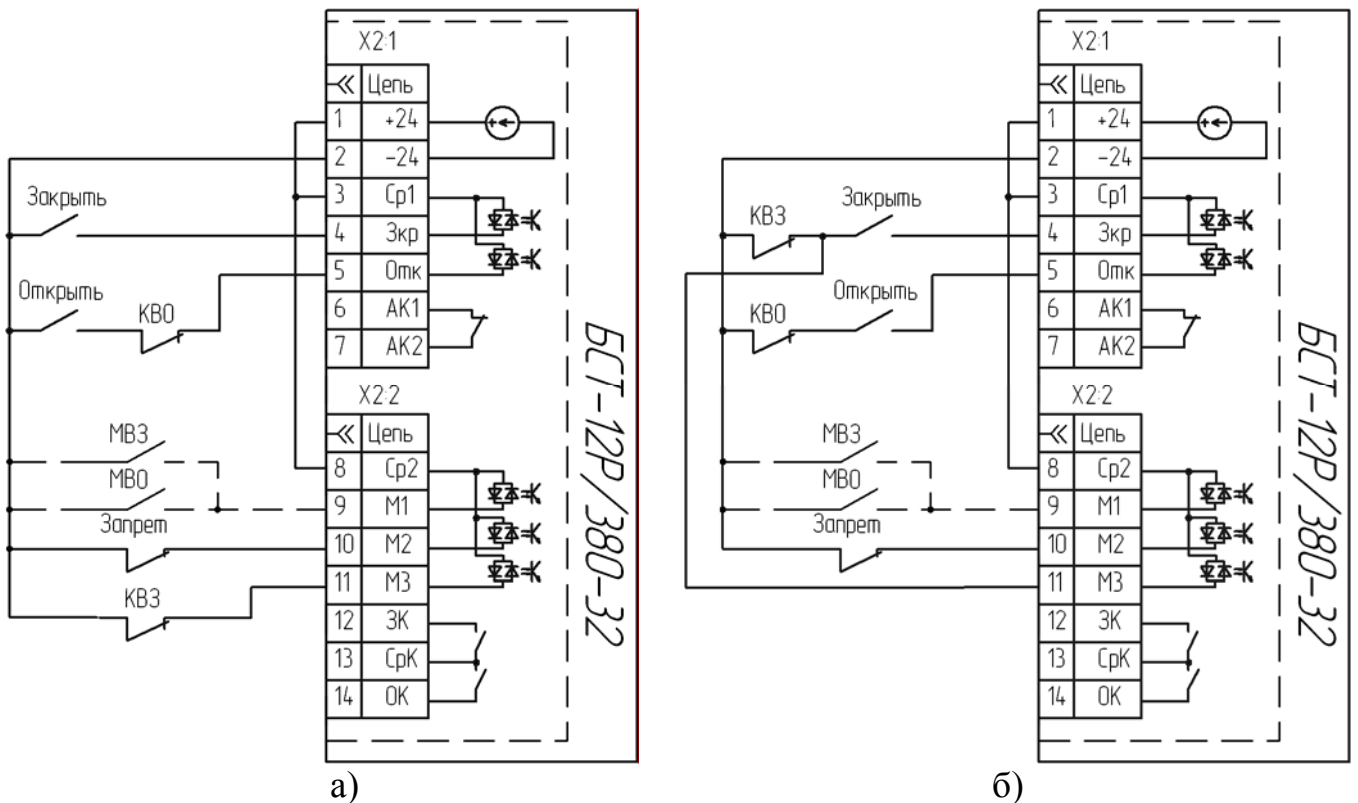

Рисунок 8 – Примеры схем подключения для варианта настройки входов 3
5. Режим дожима во время закрытия включается при снятии сигнала со входа «М3» при наличии сигнала на входе «Зкр» (см. рисунок 8, а), а также при одновременном снятии сигналов с входов «Зкр» и «М3» (см. рисунок 8, б).. Переход в состояние «Закрыто» после превышения тока больше уставки *Idжм* или по сигналу МВЗ (см. 2.4).